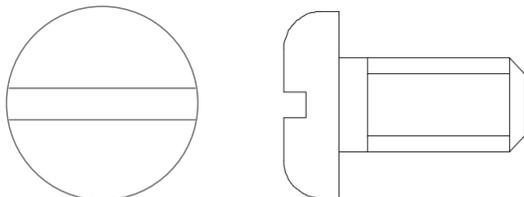

图 2-33 绘制圆
(7) 单击“默认”选项卡“绘图”面板中的“圆”按钮, 以圆弧的圆心为圆的圆心, 绘制半径为 10 的同心圆, 如图 2-33 所示。命令行提示与操作如下。